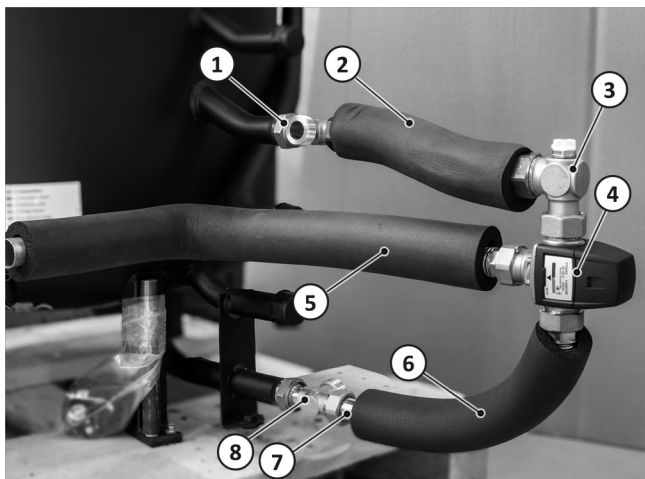

Abb. 3: Hydraulikset SmartGrid am Speicher montiert
2. Das T-Stück, welches am einzelnen beiliegenden Rohr → Abb. 3 (6) verschraubt ist, an den Solarrücklaufanschluss am Speicher mit Dichtungen anschrauben. Wichtig: Die Schwerkraftbremse → Abb. 3 (7) ist im kalten Strang verbaut und öffnet in Strömungsrichtung: T-Stück → Wellrohr.
5. Das T-Stück, dass am starren Rohr → Abb. 3 (2) befestigt ist, an den Heizungsrücklauf anschrauben. Das T-Stück ist nur handfest mit dem Rohr verbunden, sodass eine flexible Ausrichtung des T-Stücks möglich ist. Der anzuschließende Heizungsrücklauf kann sowohl rechts als auch links aus dem Speicher geführt werden. Zwischen dem T-Stück und dem Heizungsrücklauf muss eine Dichtung eingefügt werden. Wichtig: Der Entlüfter → Abb. 3 (3) muss an der höchsten Position des Umbausatzes positioniert werden.
6. Das Ende des langen Wellrohrs → Abb. 3 (5) aus dem Vorbau des SolvisMax herausführen.
7. Das kurze Wellrohr → Abb. 3 (6), welches am Solarrücklauf verschraubt ist, an den freien Ausgang des thermischen Mischventils anschrauben.
10. Das lange Wellrohr → Abb. 3 (5) des Umbausatzes mit dem Rücklauf zur Wärmepumpe verbinden.